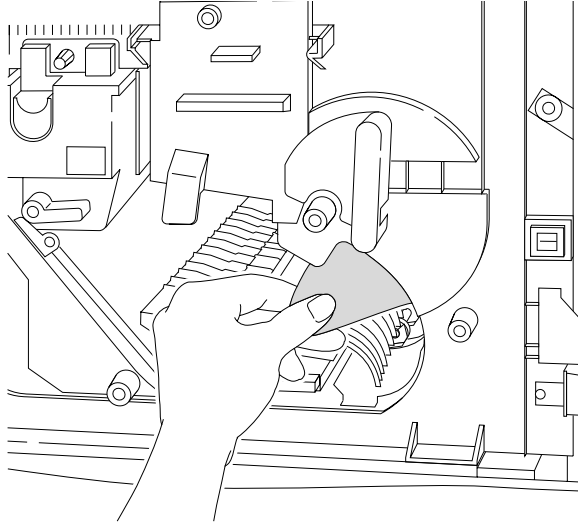

Abbildung 3-40 Herausnehmen des Papiers unter der Trommeleinheit
6. Wenn Sie sehen können, an welcher Stelle der Papierstau vorliegt, nehmen Sie die Blätter vorsichtig heraus, wie in Abbildung 3-40 gezeigt.
7. Ist kein Papier an dieser Stelle zu sehen, fühlen Sie mit der Hand in dem in Abbildung 3-40 angegebenen Bereich, ob dort Papier anliegt.